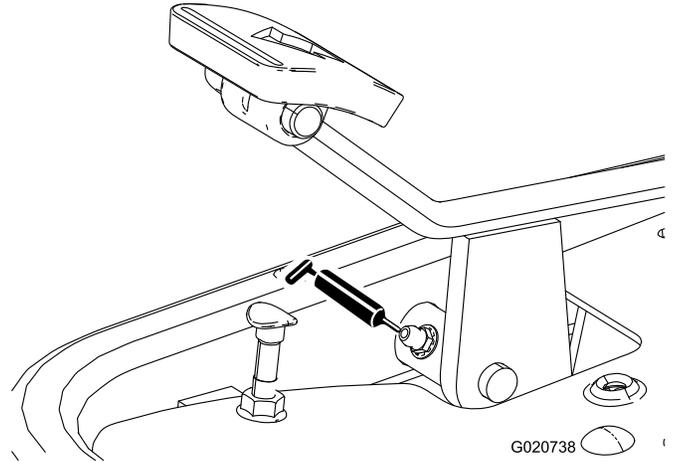

**Bild 38**
- Zugrahmenwelle und Rolle (12) (**Bild 38**)